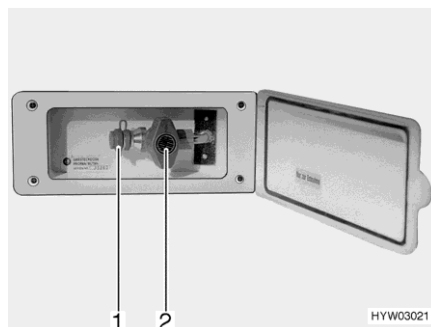

Fig. 77 Presa gas esterna (rubinetto di arresto del gas chiuso)
- Collegare l'apparecchio a gas esterno all'attacco (Fig. 77,1).
- Aprire il rubinetto di arresto del gas (Fig. 77,2).